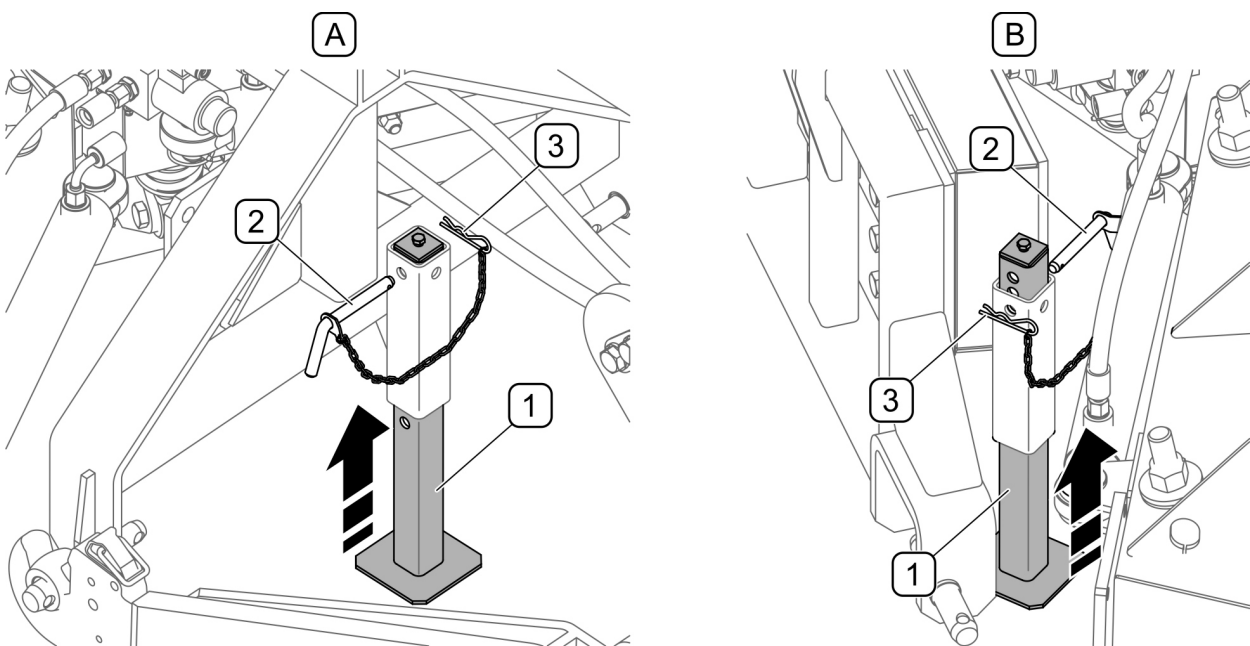

РИСУНОК 4.4 Стояночная опора
- поднять стояночную опору (РИСУНОК 4.4)
(1)- опора; (2)- шкворень; (3)- чека
В ходе эксплуатации, после подсоединения снегового плуга к базовому транспортному средству необходимо убрать стояночную опору (1) в направляющую (РИСУНОК 4.4) и